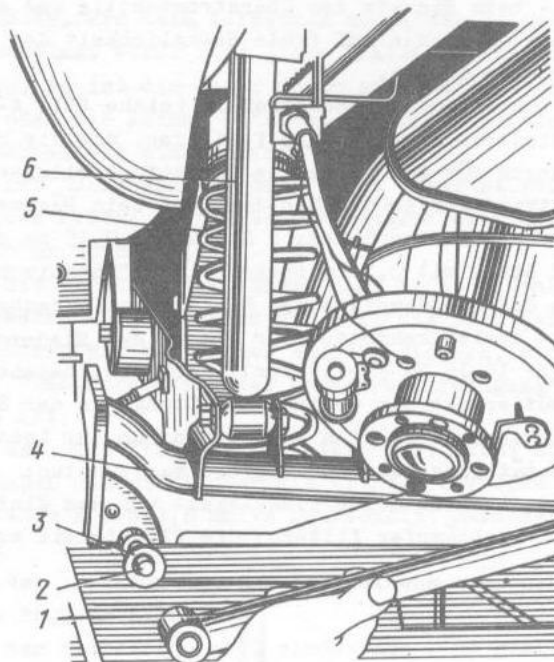

Bild 4-59. Anschließen der Querstange an Hinterradaufhängungsträger:
5. Die Befestigung der Querstange am Träger ist in Bild 4-59 gezeigt.